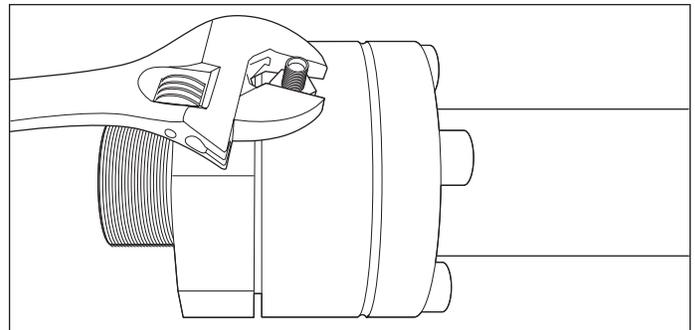

Figure 20-10
6. Installez et serrez l'adaptateur mâle de soupape Schrader dans le raccord d'extrémité DoubleTrac® (Figure 20-10).